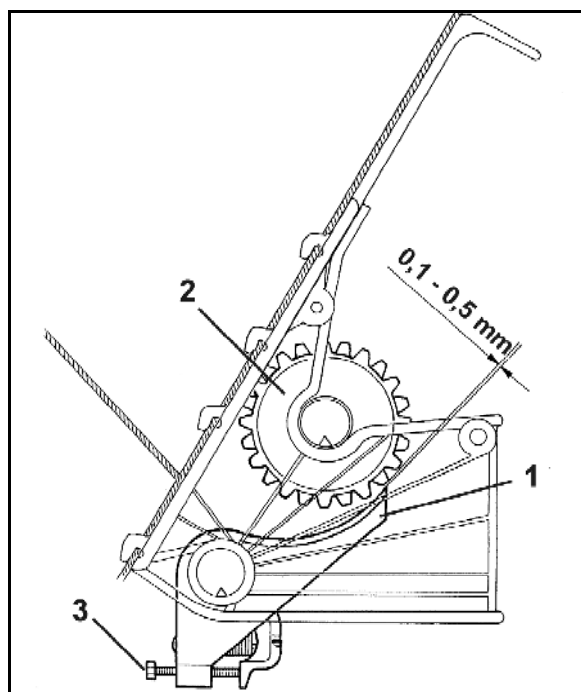

Fig. 43
3. Kontroller at gulvlukene (Fig. 43/1) beveger seg lett.
4. Kontroller at den påbudte avstanden på 0,1 mm til 0,5 mm (Fig. 43) mellom gulvluke (Fig. 43/1) og såhjul (Fig. 43/2) overholdes i alle såkabinettene. Dette gjøres ved å dreie såhjulet som skal kontrolleres for hånd på såakselen.
5. Ved avvik stilles den påbudte avstanden inn med fjærspennekruen (Fig. 43/3).